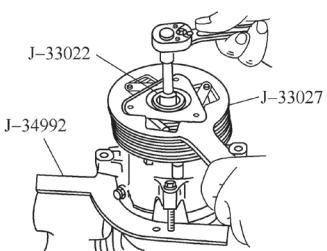
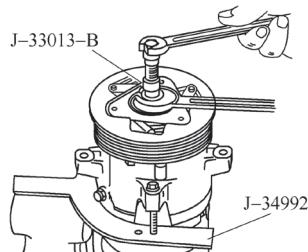

图 5-78 压缩机离合器盘
图 5-79 压缩机离合器盘
- ①从车上拆下压缩机。
- ②安装专用工具，如图 5-78 所示。
- ③拆卸轴固定螺母。
- ④安装专用工具，如图 5-79 所示。